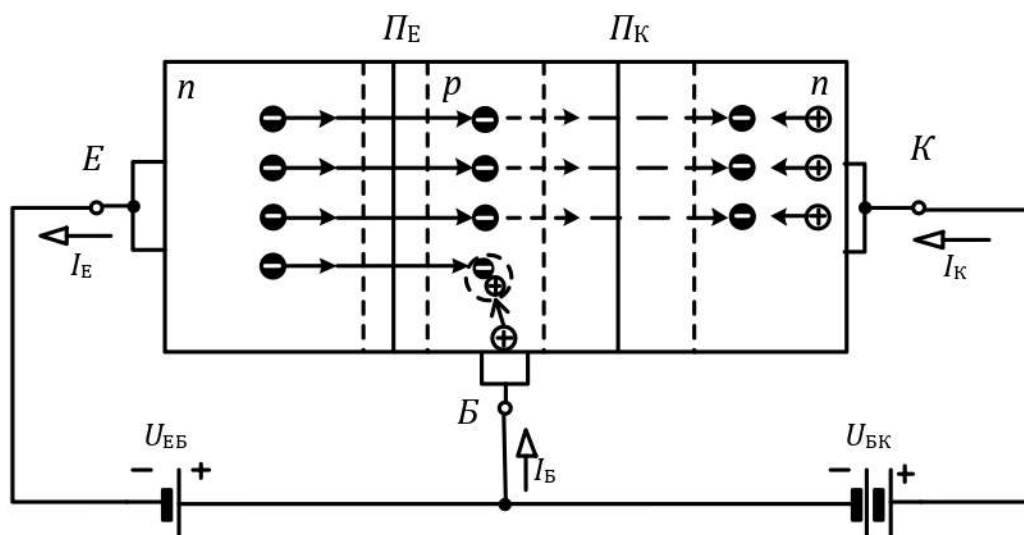

Рисунок 2 – Принцип дії біполярного транзистора (*n-p-n*-типу)
«електрони» на «дірки», і навпаки, а також із заміною всіх напруг на протилежні за знаком. Розглянемо ситуацію, при якій на переходи транзистора від зовнішніх джерел живлення подаються постійні напруги U_{EB} та U_{KB} - рисунок 2. Напруги $U_{EB} < 0$ та $U_{KB} > 0$ забезпечують відкритий стан емітерного переходу Π_E та закритий стан колекторного переходу Π_K , що відповідає активному режиму роботи транзистора.
3.4 Перемикачем S підключити генератор до входу підсилювача. Записати показання приладів. За допомогою візирних ліній осцилографа визначити амплітуди напруг на вході $U_{m.BX}$ та виході $U_{m.BIX}$ підсилювального каскаду. Привести осцилограми напруг – рисунок 2.